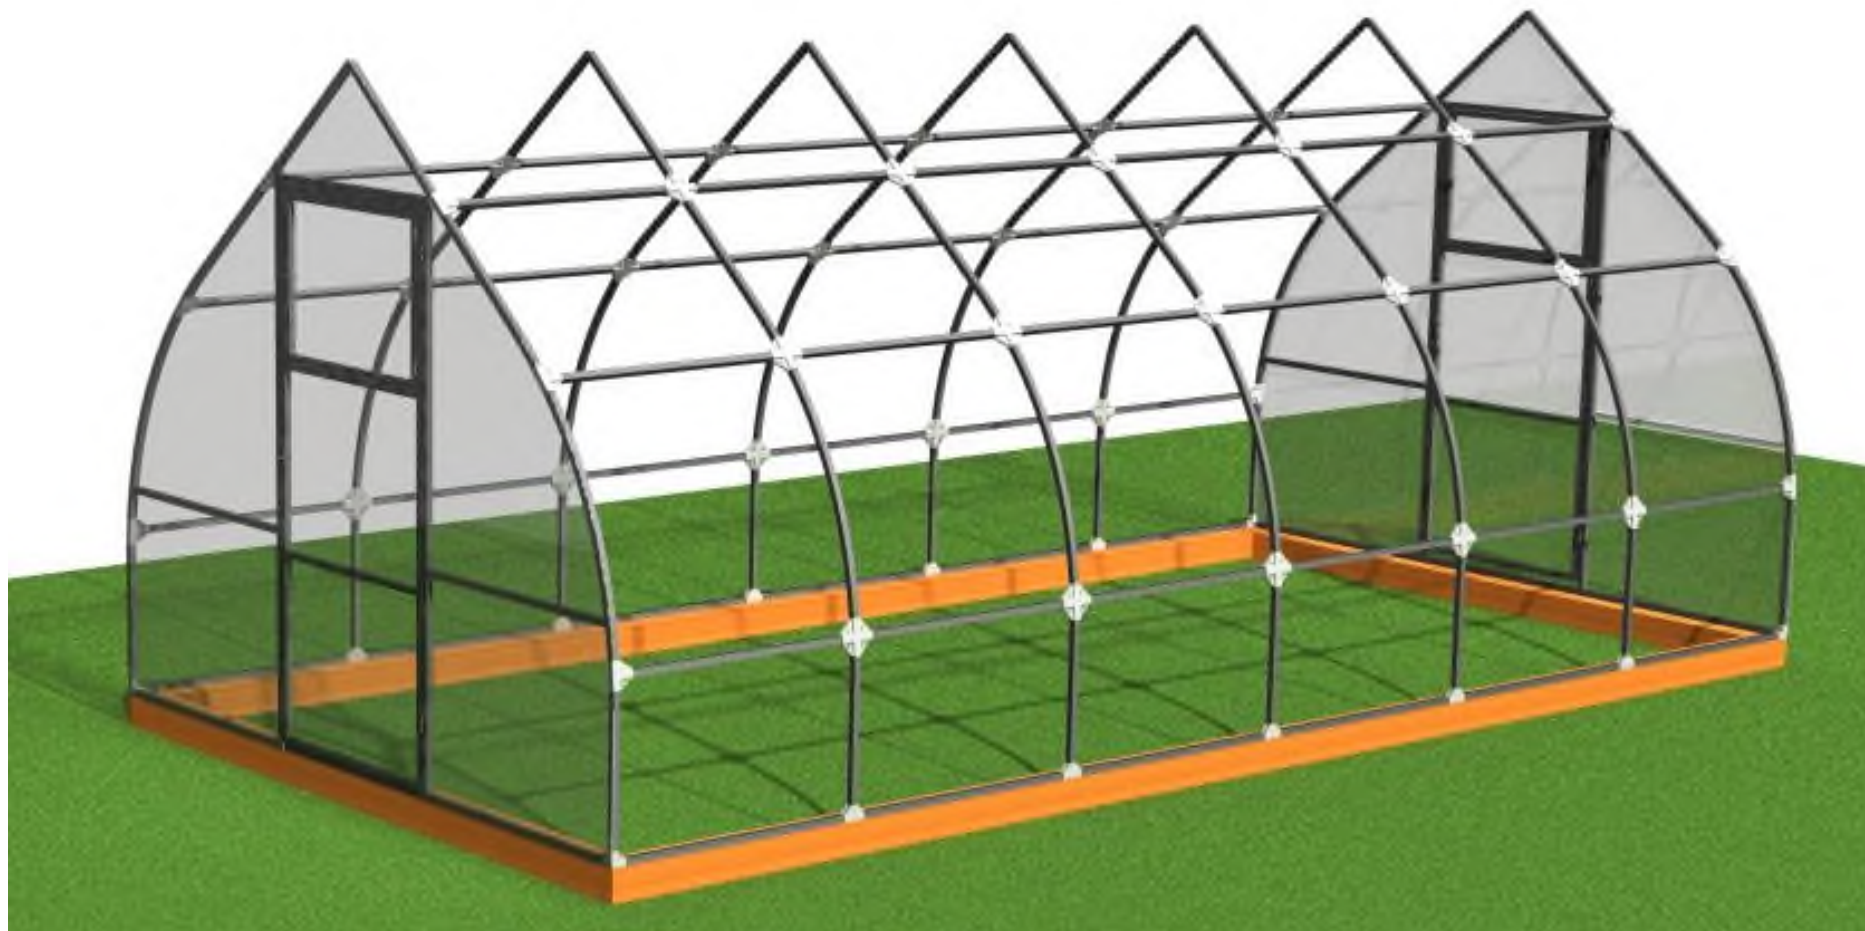

Рис.12 Сборка конструкции.
8. Повторять операции № 5 - 7 до полной сборки конструкции (рис.12)
9. Установить и зафиксировать на конструкцию конек (Поз.3), а затем поликарбонат (Поз.6) с помощью саморезов с пресшайбами (Поз.10) и оцинкованной стяжной ленты (Поз.7, рис.12).